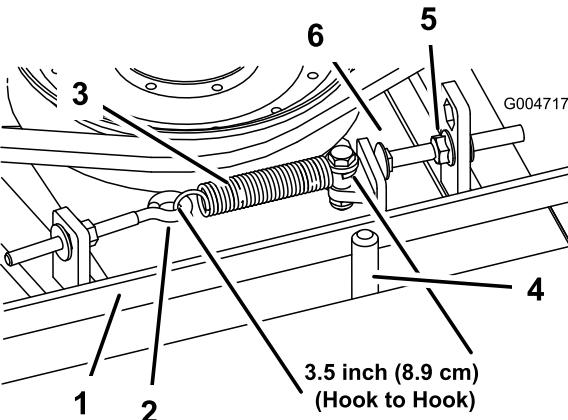

Figura 64
$\pm 0,25$ pol. (lado interior). Logo que se obtenha a tensão correcta da mola, ajuste o pino de fecho (parafuso da carroçaria) até haver uma folga aproximada de 0,125 +0,060/-0,000 pol entre a cabeça do parafuso e o braço intermédio (Figura 64).
Nota: Certifique-se de que a correia está colocada no lado da mola do guia da correia (Figura 64).
2. Desaperte o parafuso com olhal permitindo a remoção da mola de extensão (Figura 64).
3. Desaperte a porca flangeada que fixa o pino de fecho na patilha de montagem. Puxa a porca ligeiramente para trás para permitir que o braço intermédio passe pelo pino de fecho (Figura 64). Retire a polia intermédia da correia para aliviar a tensão da correia.
- Volte a ligar a mola de extensão (Figura 64) ao parafuso de olhal e aplique a tensão na correia como se segue: